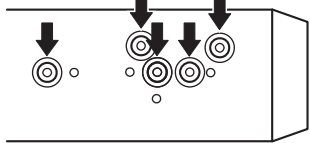
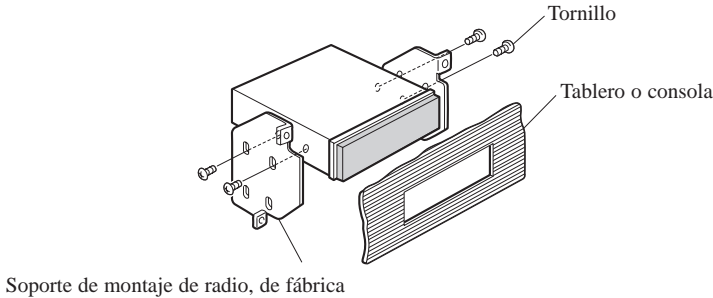

Fig. 8
Fig. 9
2. Fijación de la unidad en el soporte de montaje de radio, de fábrica. (Fig. 8) (Fig. 9)